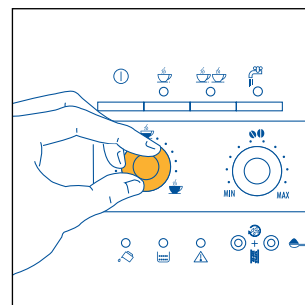

Fig.8
- 3) Regolare la manopola di sinistra (fig. 8) per impostare la quantità di caffè desiderata. Più si ruota in senso orario e più lungo sarà il caffè ottenuto. Al primo utilizzo è necessario procedere a tentativi e fare più di un caffè per individuare la giusta posizione della manopola.